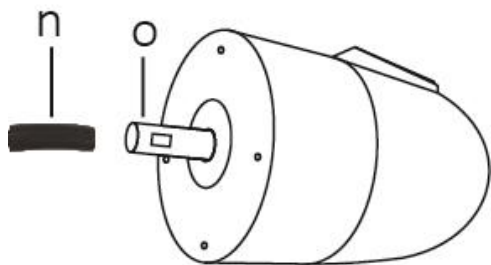

bild 9
1. Ta bort den svarta skyddshylsan (n) från motoraxeln (o). (bild 9)